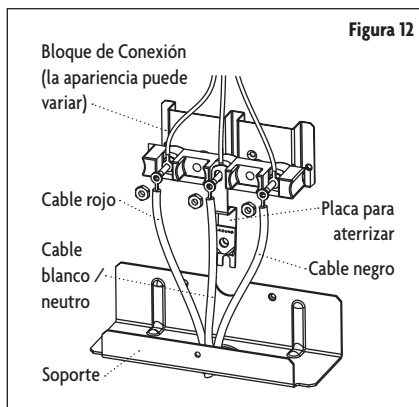

Figura 12
4. Reemplace el protector del cable en la parte posterior de la estufa deslizando su borde izquierdo debajo de las lengüetas de retención y reemplace los tornillos que fueron removidos antes. Asegúrese de que no hayan cables comprimidos entre el protector y la parte posterior de la estufa. (Consulte la Figura 12).